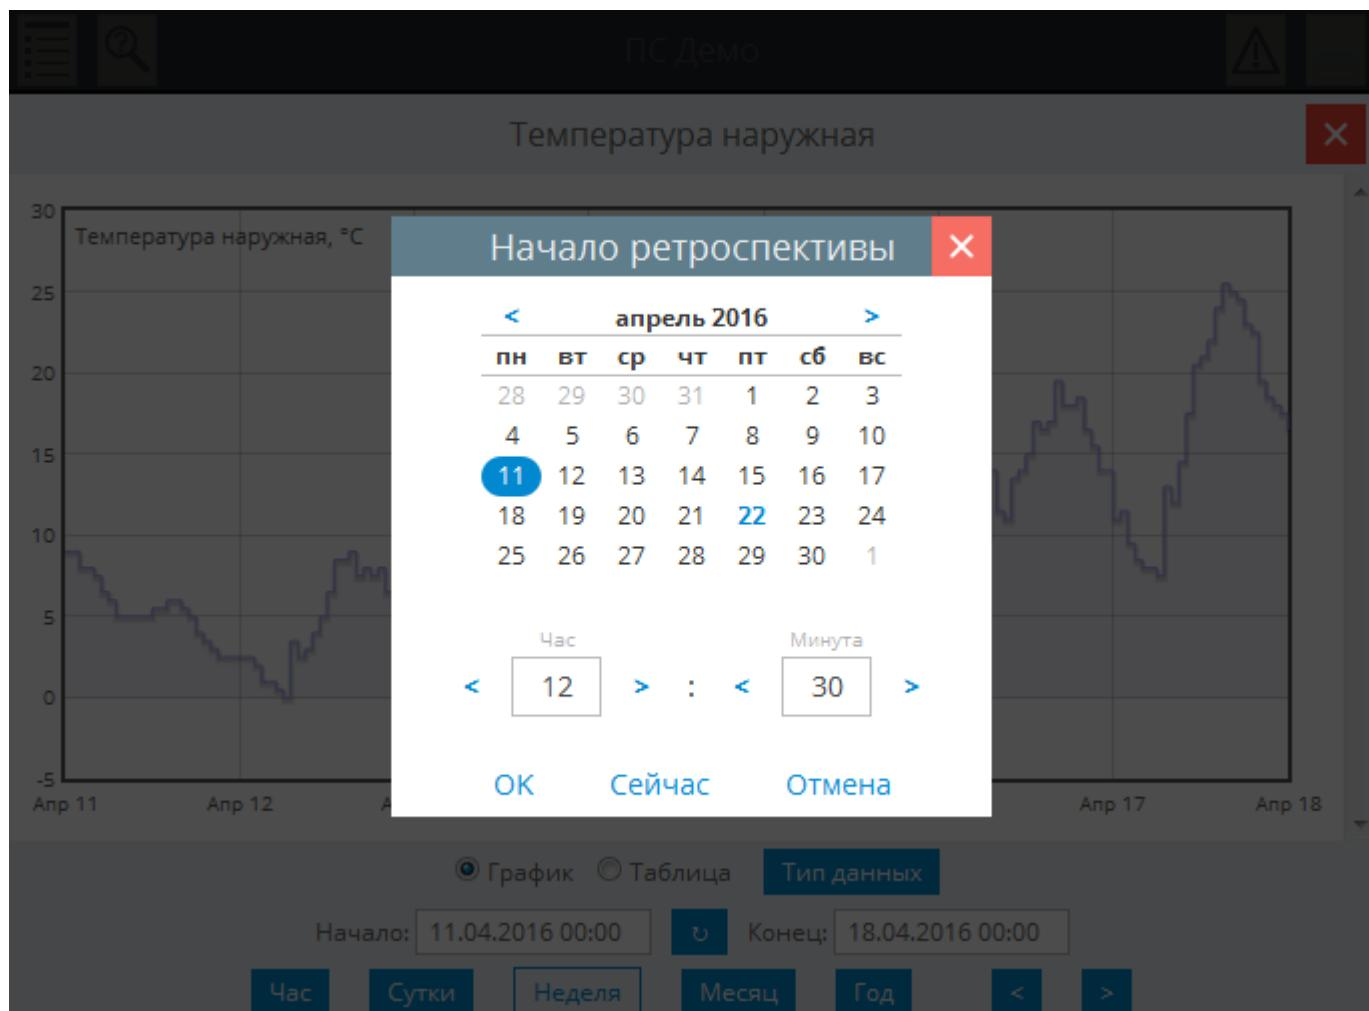

Рисунок 6.18 – Всплывающее окно выбора периода ретроспектизы
- вручную выбрать период во всплывающем окне при нажатии на поля начала и конца выборки. Всплывающее окно аналогично окну при просмотре ретроспективы измерений (см. раздел 6.6 и рисунок 6.18);